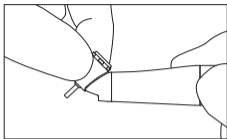

Fig. 5
- 5 Après l'arrêt de la rotation de la pièce à main, touchez la tête de la pièce à main pour confirmer qu'elle ne chauffe PAS anormalement (Fig. 5).